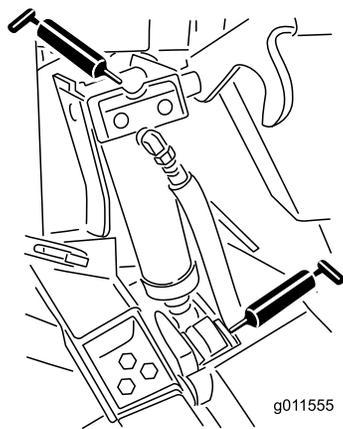

Рисунок 51
- Втулки гидроцилиндров подъема (4 шт.) (Рисунок 51)